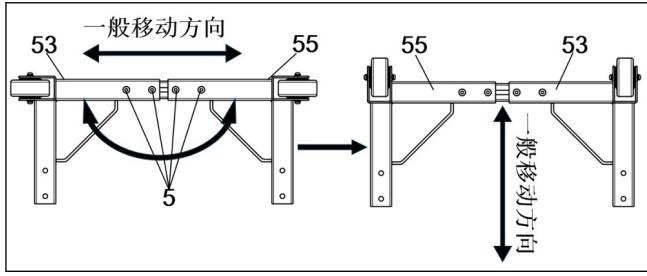

图 6
- b. 根据机器的一般移动方向选择左固定轮角架“53”与右固定轮角架“55”位置，以下步骤以其中一种为例。（见图 6）